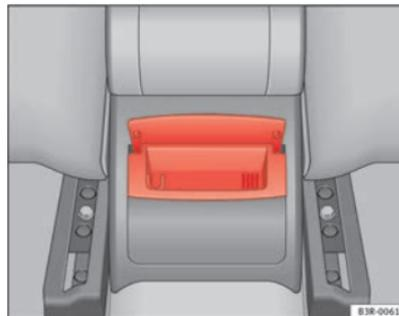

Fig. 123 Cendrier arrière ►
- Saisissez le boîtier par le couvercle ouvert ⇒ page 154, fig. 123 et tirez-le vers le haut pour l'extraire.